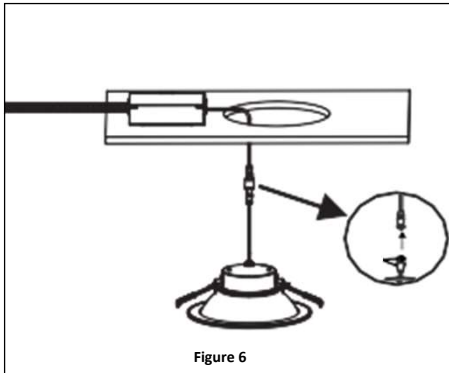

Figure 6
4. Branchez les extrémités du connecteur à clavette du compartiment de câblage et du luminaire, puis serrez l'écrou encastré pour fixer la connexion. **Reportez-vous à la figure 6.**